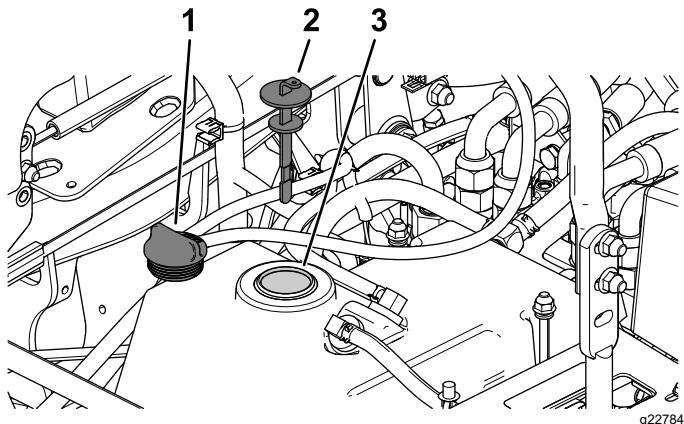

図 61
5. オイルタンクのキャップを取る 図 61。
6. ディップスティックを抜きウェスで一度きれいに拭く(図 61)。